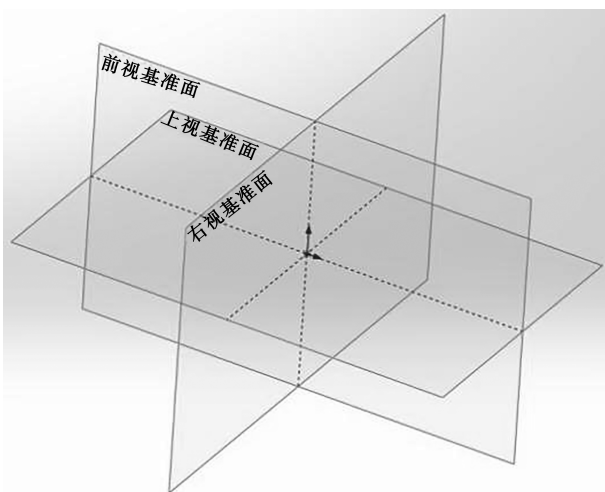

图 1-2-2 系统默认的三个基准面
- (1)单击【草图绘制】工具栏上的草图绘制实体工具(直线、圆等),或单击【草图】工具栏上的【草图绘制】按钮,或单击【插入】|【草图绘制】。
- (2)选择基准面:用鼠标左键单击所显示的三个基准面(前视基准面、上视基准面、右视基准面)之一(见图 1-2-2)。